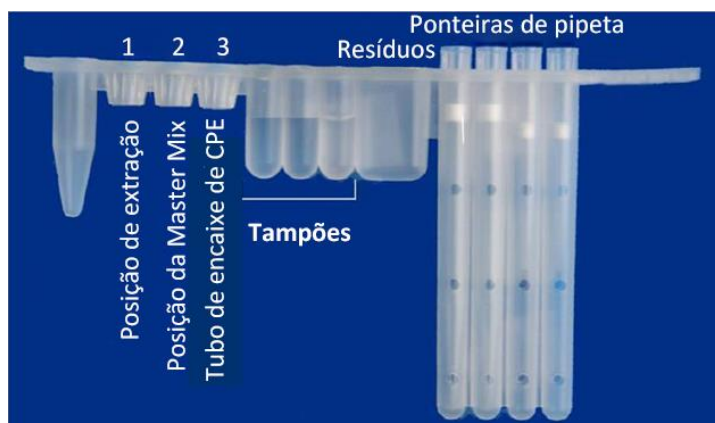

Figura 1: Configuração da Tira de Reagentes Unificado de DNA
2.2.a. Encaixe um tubo de reagente BD Exk-1 de extração de DNA (lacre branco) na posição 1 da Tira de DNA, consulte a Figura 1.
2.2.b. Encaixe um tubo de Master Mix DNA MMK (lacre verde/amarelo) na posição 2 da Tira de DNA, consulte a Figura 1.
2.2.c. Encaixe um tubo de reagente de CPE (lacre azul/roxo) na posição 3 da Tira de DNA, consulte a Figura 1.